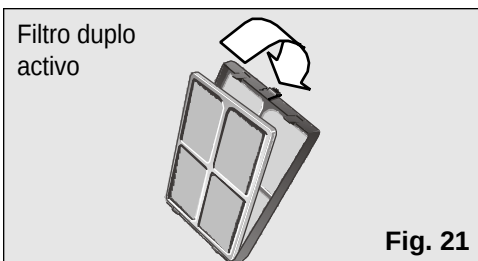

Fig. 21
Estes modelos levam incluído também um filtro duplo activo colocado dentro do filtro básico, **Fig. 21**.
- ☐ Substituir o filtro duplo activo por outro novo no filtro base, tal como se mostra na **Fig. 21**.